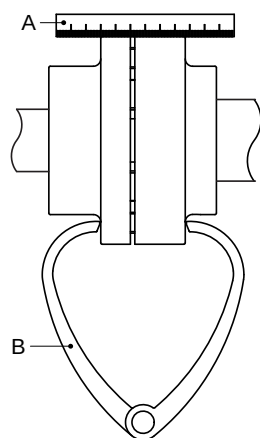

Figure 4: Alignement de l'accouplement à l'aide d'une règle et d'une paire de compas d'épaisseur externes.
Posez une règle (A) sur l'accouplement: la règle doit toucher les deux moitiés de l'accouplement sur toute la longueur (figure 4).